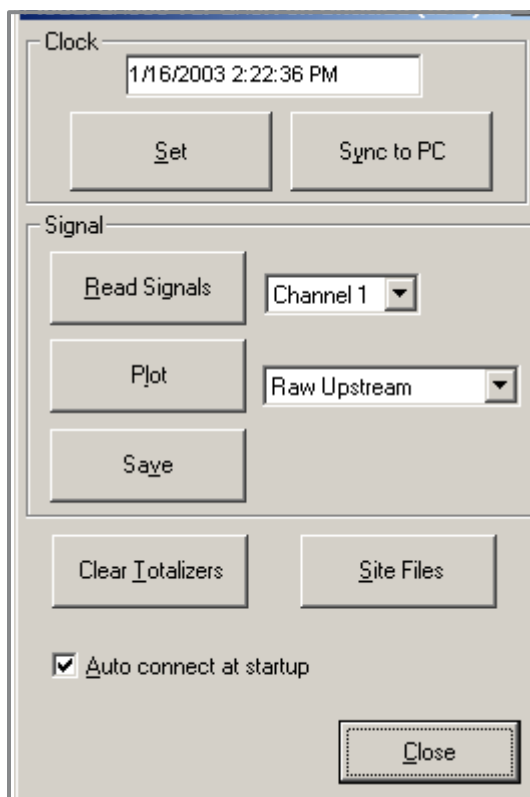

Рисунок 30: Выбор активного сигнала
Чтобы *сохранить* необработанный сигнал, щелкните *Save* (Сохранить). Откроется окно, показанное на рис. 30. Введите название файла и щелкните *Save* (Сохранить), чтобы сохранить сигнал в формате текстового файла.
2. Щелкните *Save Site to PC* (Сохранить файл объекта в памяти ПК). Откроется окно, показанное на рис. 30 на стр. 90.